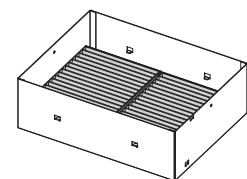

Figura 3
- Cuando las dos unidades de filtro de aire están instaladas **(Figura 3)**, continúe en “Instalación de la cubierta para filtro de larga duración” (➔ página 265).